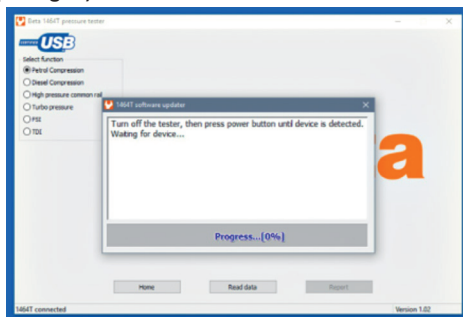
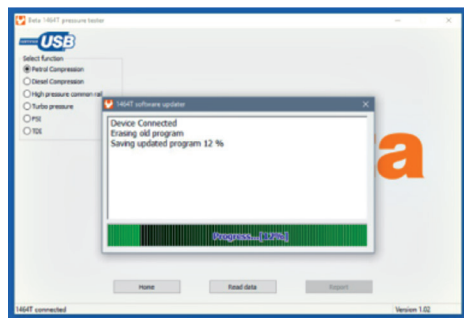

Fig. 5
Fig. 6
- De volgende melding (zie fig. 5) geeft aan dat u de tester uit moet zetten en de aan/uitknop ingedrukt moet houden tot de tester door de pc wordt opgemerkt. **In deze fase is het bijzonder belangrijk dat u de aan/uitknop (ongeveer 6 sec.) ingedrukt houdt tot de tester op de updatemodus door de pc wordt opgemerkt (zie fig. 6).**
- Zodra de tester eenmaal is opgemerkt, wordt het updateproces gestart (zie fig. 6).